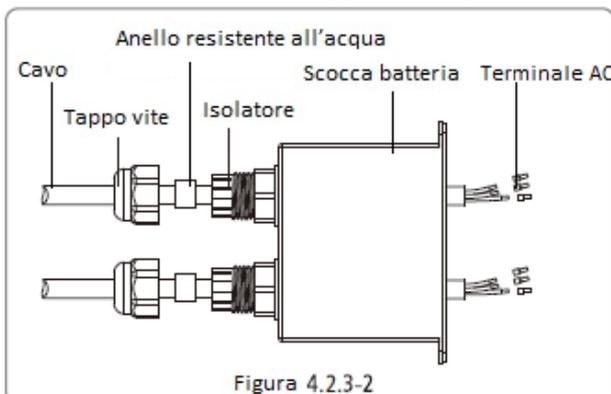

Figura 4.2.3-2
- (8) Inserire i terminali AC nei fori corrispondenti e stringerli con cacciavite (consiglio: diametro barra di taglio 4mm, torsione: 2~2,5 Nm), poi stringere la scocca AC con viti a testa piatta in dotazione. Vedi figura 4.2.3-5, figura 4.2.3-6, figura 4.2.3-7.
- (9) Avvitare nuovamente tappo vite in giù.